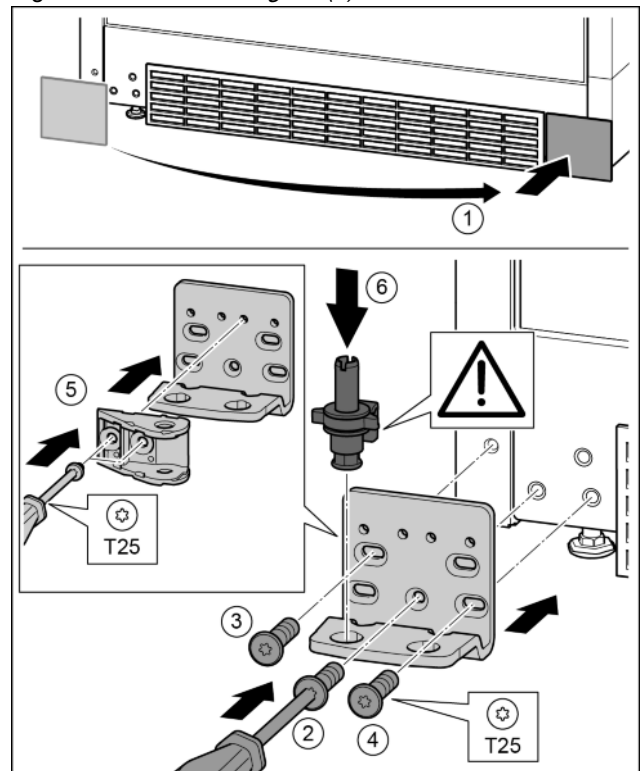

Fig. 30
- ▶ Abdeckung abnehmen und auf der anderen Seite anbringen. Fig. 30 (1)
- ▶ Lagerbock auf der anderen Seite ansetzen und mit Hilfe eines Schraubendrehers T25 anschrauben. Mit Schraube 2 unten in der Mitte beginnen. Fig. 30 (2)
- ▶ Schraube 3 und 4 festschrauben. *Fig. 30 (3, 4)*
- ▶ Türaufhängung um 180° drehen. Auf der anderen Seite des Lagerbocks mit Schraubendreher T25 anschrauben. *Fig. 30 (5)*
- ▶ Lagerbolzen komplett einsetzen. Dabei darauf achten, dass der Rastnocken nach hinten zeigt. *Fig. 30 (6)*